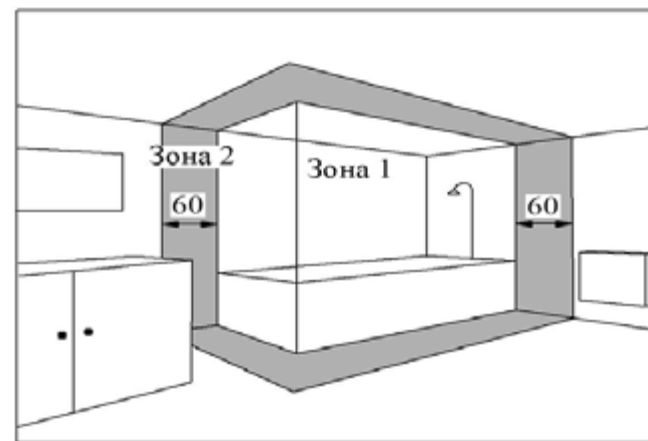

Рис. 5
5.7. Конвектор в брызгозащищенном исполнении допускается устанавливать в ванных комнатах, душевых, бассейнах (рисунок 5). При этом установка конвектора запрещается: